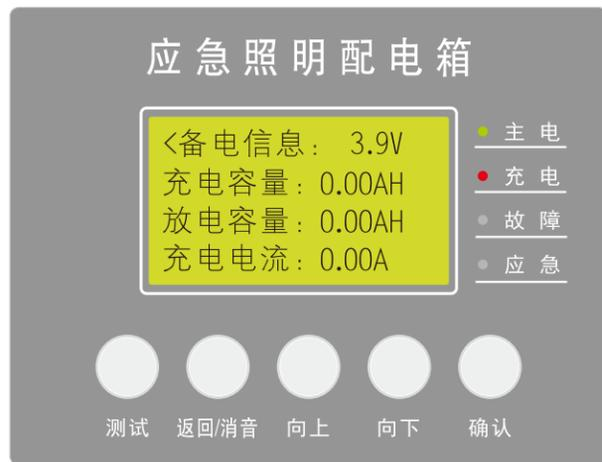

图8
(2)、信息查询:在主屏时,按【确认】键显示菜单列表,按【向上/向下】键选择选项,再按【确认】键进入,如图8所示。